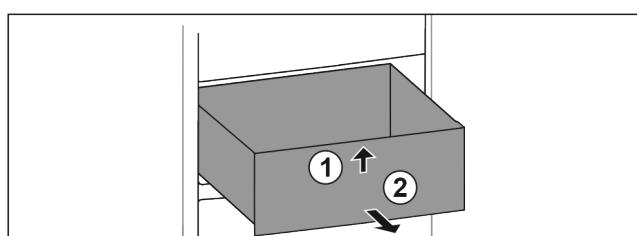

Fig. 70
- Ridicați sertarul în față. Fig. 70 (1)
- Extragăti sertarul spre înainte. Fig. 70 (2)